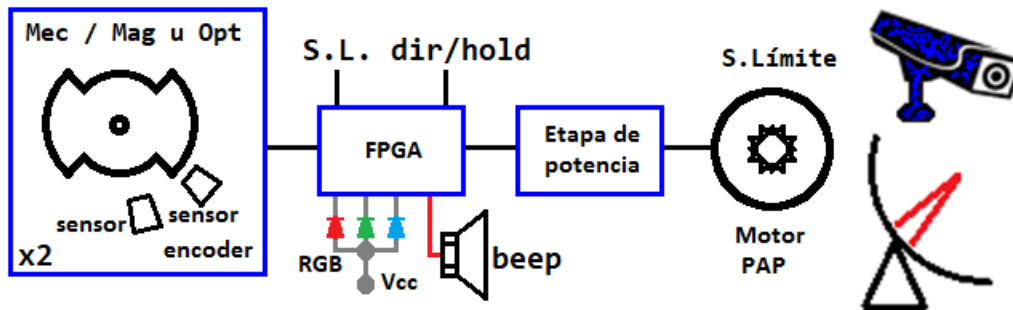

Figura 3.2. Diagrama a bloques del control del motor a pasos con encoder.
- Implementar un circuito de control de giro para un **motor a pasos unipolar** con encoder mecánico rotatorio y encoder magnético u óptico, tal que al girar cualquiera de los encoder, la carga mecánica girará en la misma dirección (horario o antihorario) además de encender un led RGB que indique la dirección. Incluir sensores de límite para proteger el giro de la carga mecánica y un indicador audible ("beep") que indique ciertas posiciones. Es posible colocar un selector para direccionar la señal de cada encoder, funcionando de acuerdo a la figura 3.2 (repetida abajo). El motor deberá llevar una **carga** en el eje (banda, llantas, polea, sistema animatrónico, ventana o puerta a escala, etc., no se permiten cosas sencillas como hélices, clips, alambres, ligas, hojas de papel, etc.). El lenguaje en el que se implementa lo define el profesor. Reportar los códigos comentados, fotos del funcionamiento con texto explicativo de lo que sucede.